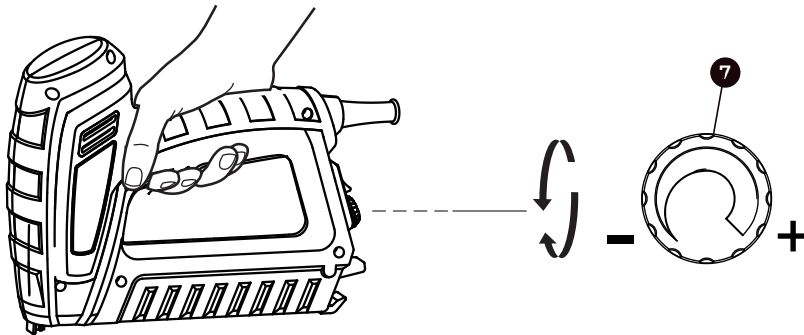

Рис. 4
- Включите инструмент нажатием на кнопку вкл./выкл (8).
- Плотно прижмите наконечник скобозабивательного пистолета (4) к обрабатываемой детали, пока он не будет утоплен полностью.
- Коротко нажмите на спусковой курок (6), а затем снова отпустите, в этот момент произойдёт забивание скобы / гвоздя в поверхность.
- При помощи регулятора (7) можно плавно отрегулировать от минимального до максимального (см. рис. 4).